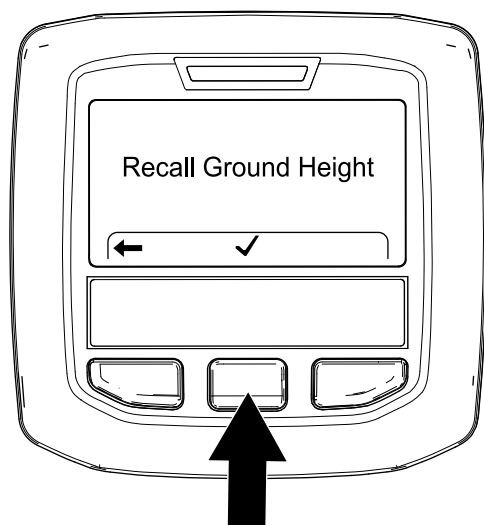

Figura 114
3. Alla schermata Verifica dell'altezza dal terreno (Figura 114), premete il tasto centrale dell'InfoCenter.